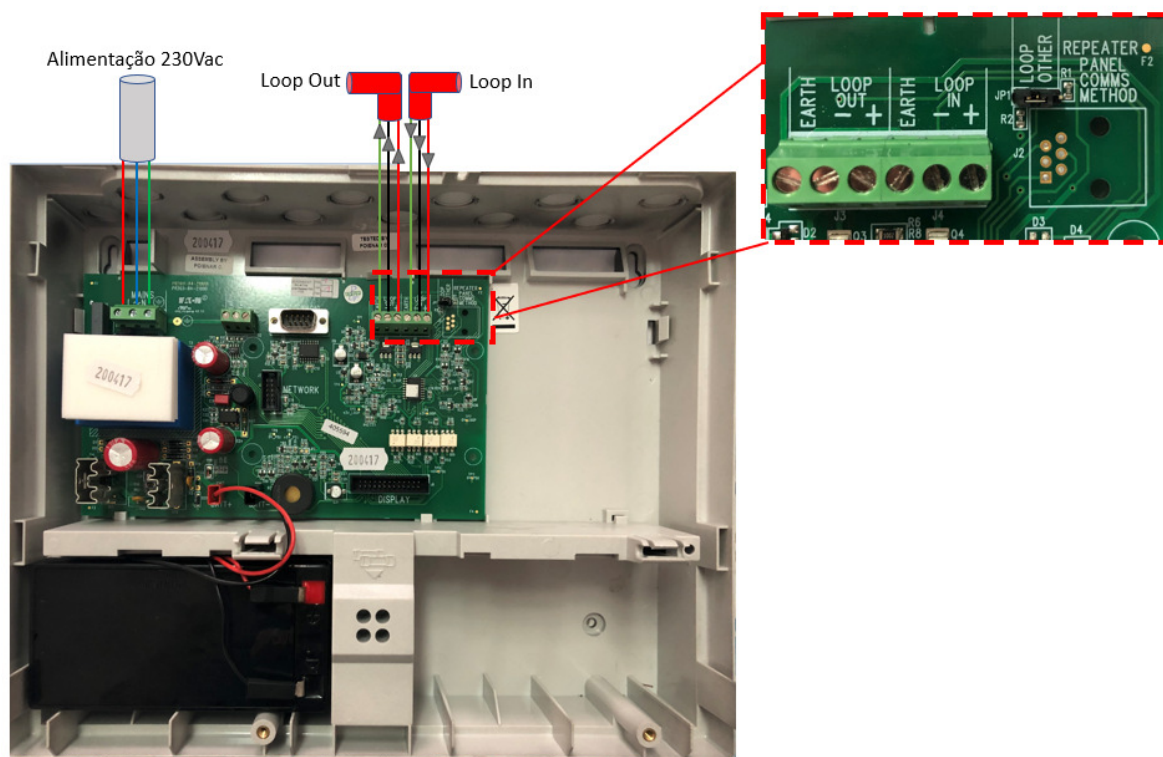

Figura 1
- Devemos nos atentar a posição dos Jumpers que definem o tipo de conexão que repetidora vai receber o sinal do painel que está conectada o primeiro Jumper fica posicionado do lado direito dos conectores de Loop, como destacado (Figura 1), deve estar locado na opção LOOP.